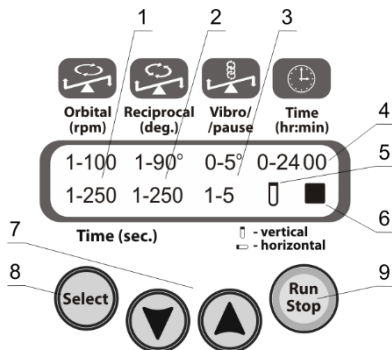

Рисунок 2. Multi Bio RS-24
- 5.2.4. Нажмите кнопку **Run Stop** (рис. 2/9 или 3/9) для начала программы.
- 5.2.5. Платформа начнёт движение. Дисплей показывает соответствующую индикацию: значок ► (рис. 2/6 или 3/6), изменяющиеся значения времени текущего вида движения в секундах (рис. 2/1-2/3 или 3/1-3/3, нижний ряд) и таймер общей работы в часах и минутах (рис. 2/4 или 3/4).
- 5.2.7. Если таймер общей работы установлен, то по его окончании движение платформы автоматически прекращается, дисплей показывает значок ■ (рис. 2/6 или 3/6) и прибор издаёт звуковой сигнал об окончании работы. Нажмите кнопку **Run Stop** для отключения сигнала.
- 6.1. Нажатием кнопки **Select** (рис. 2/8 или 3/8) выберите параметр, который необходимо изменить. Активный параметр обозначается мигающей индикацией.
- 6.2. Используйте кнопки **▼** и **▲** (рис. 2/7 или 3/7) для установки соответствующих значений. Если держать кнопку нажатой дольше 2 с, значения меняются быстрее.
Когда иконка пробирки (рис. 2/5 или 3/5) расположена вертикально, возвратно-поступательное движение платформы начинается с вертикального положения пробирок (горизонтального положения платформы).